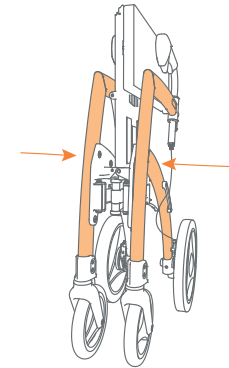

Figura 11C: Presionar el marco hasta juntarlos
- Empujar los lados del marco hacia cada uno de ellos hasta que el andador esté completamente plegado (**Figura 11C**).